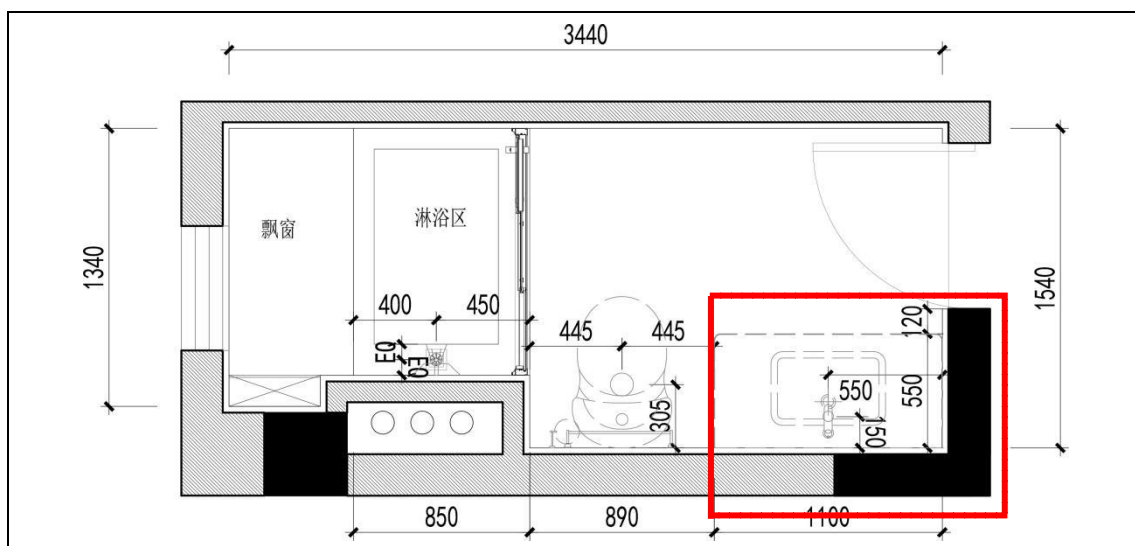

图 1 浴室柜平面深化图
**(2) 质量管控**
- ①淋浴屏位置要考虑下层楼板是否存在反梁。
**(3) 成型效果**
**6. D4 卫生间等电位点位(附图 1)**
(1) 深化标准
- ①等电位、给水口定位避开柜体隔板及固定板；
- ②铺贴排版，保证给水口不跨砖缝且距瓷砖边 $\geq 20\text{mm}$ 。
(2) 质量管控
- ①综合考虑柜板厚度、铺贴厚度；
- ②弹线定位、底盒定位后组织施工单位及监理单位现场复核。
8. D6 座厕给水点位深化（附图 1）